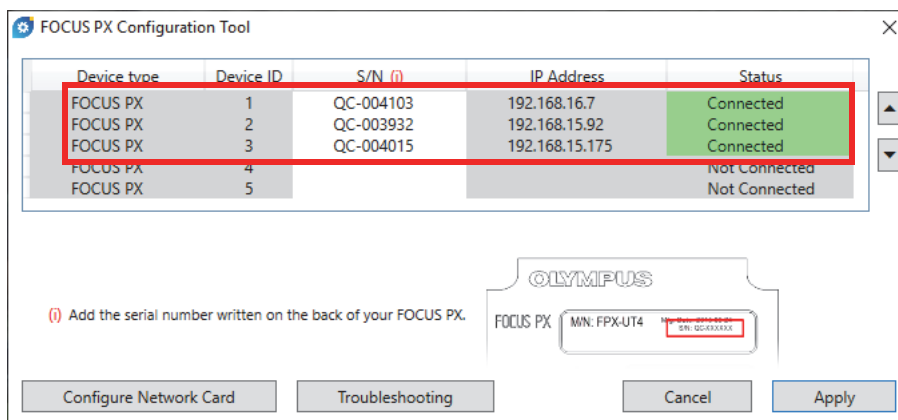

図 1-20 FOCUS PX 構成ツール (機器 3 台)
6. 複数の FOCUS PX 装置を使用する場合は、次のエントリでシリアル番号の入力手順を繰り返します (39 ページの図 1-20)。装置の順序が同期接続と同じになるようにしてください (23 ページの「FOCUS PX をコンピューターに接続し接続パラメーターを設定」を参照)。